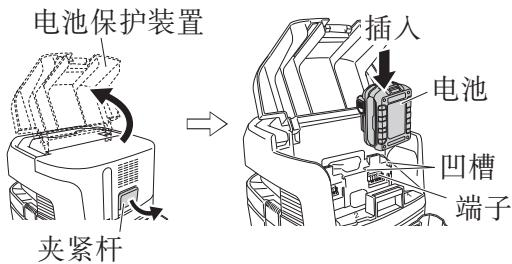

图 6
拉起夹紧杆，打开电池保护装置。然后将电池对准本机的凹槽，并将电池牢牢地按入，直到听到咔哒声。(参照图 6)
4. 插入电池（参照第 11 页的图 6）